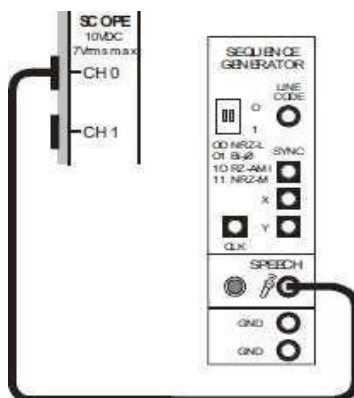

Figura 1.3
1. Conectar el CH0 del Osciloscopio a la salida Speech, (Figura 1.3).